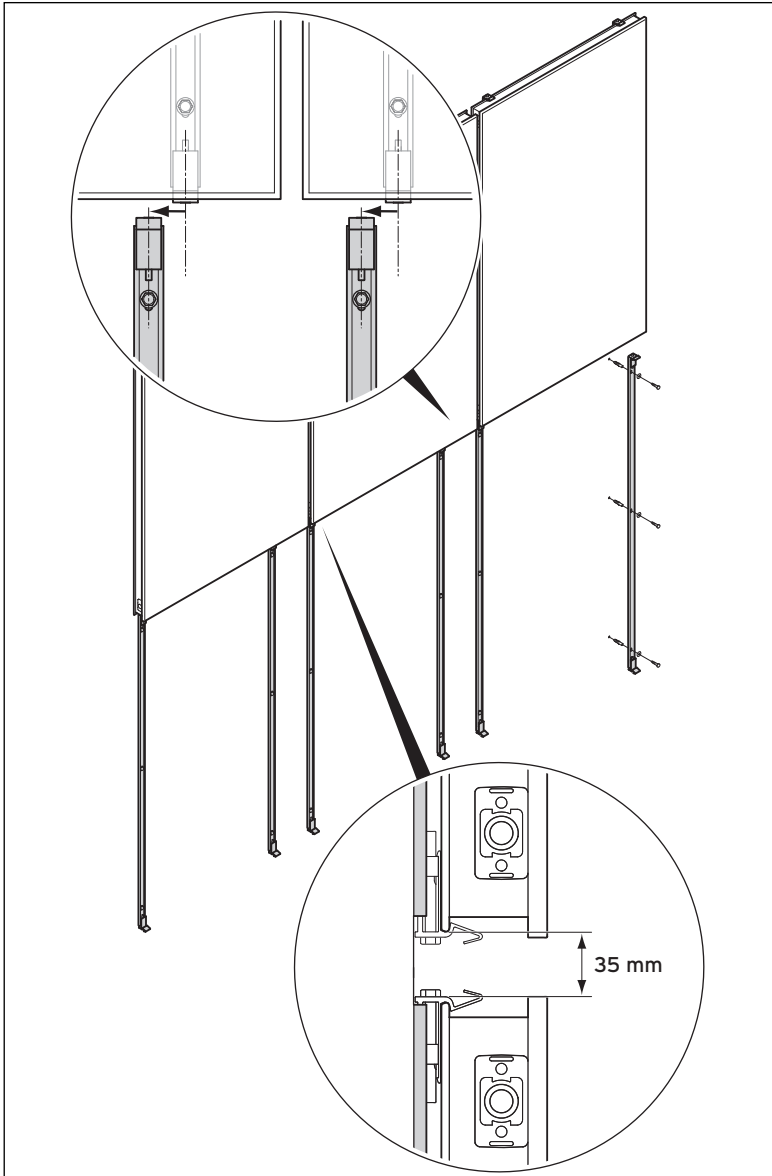

Abb. 5.11 Wandschienen versetzt anbringen
- Montieren Sie die Wandschienen jeder weiteren horizontalen Kollektorreihe mit einem Abstand von 35 mm zur Kollektorunterkante der oberen Reihe (→ **Abb. 5.11**).